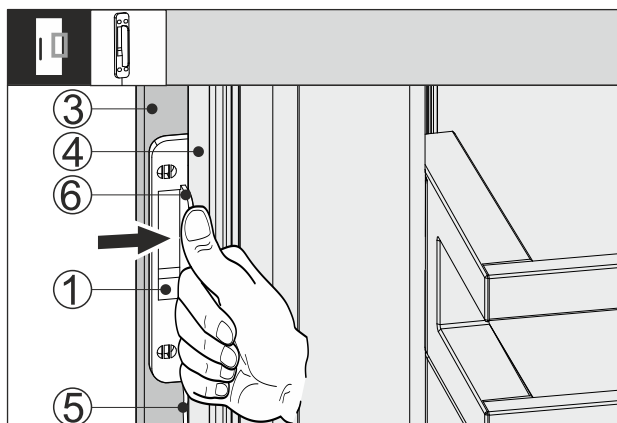

Fig. 66
- ▶ Skyv bankesensoren Fig. 66 (1) slik mellom møbelfronten Fig. 66 (3) og appartdøra Fig. 66 (4) at kabelen Fig. 66 (5) er litt spent. Anslaget Fig. 66 (6) til bankesensoren ligger an på appartdøra Fig. 66 (4).
- ▶ Press bankesensoren Fig. 66 (1) inntil møbelfronten Fig. 66 (3).
- ▷ Bankesensoren Fig. 66 (1) er limt på. Å lime på bankesensoren optimaliserer overføringen av bankesignalet.
- Permanent feste av bankesensoren Fig. 66 (1) øker levetida.
- ▶ Skru fast bankesensoren Fig. 66 (1) på møbelfronten Fig. 66 (3) med de medfølgende skruene.